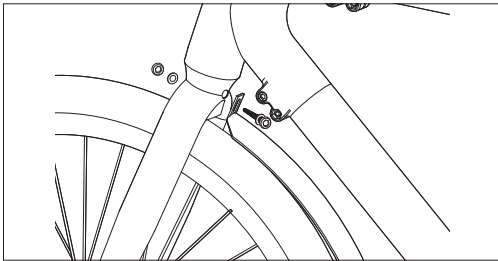

Figure 5-1
- b. Après avoir aligné le garde-boue avec le trou de la vis, resserrez les vis de montage pour le fixer sur la fourche avant, comme le montre la [Figure 5-1].
- Desserrez les quatre vis sur le couvercle à côté du support inférieur dans le sens inverse des aiguilles d'une montre avec une clé Allen de 3 mm, puis retirez les vis et le couvercle, comme indiqué dans (Figure 5-1).